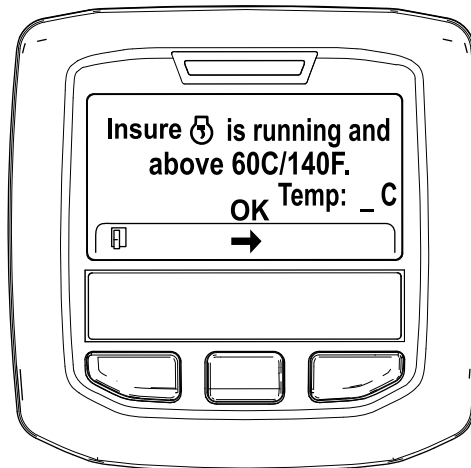

Рисунок 34
5. Если температура охлаждающей жидкости ниже 60 °C (140 °F), появится сообщение "Insure  is running and above 60C/140F" («Убедитесь в том, что двигатель работает и температура выше 60 °C / 140 °F»). (Рисунок 34).